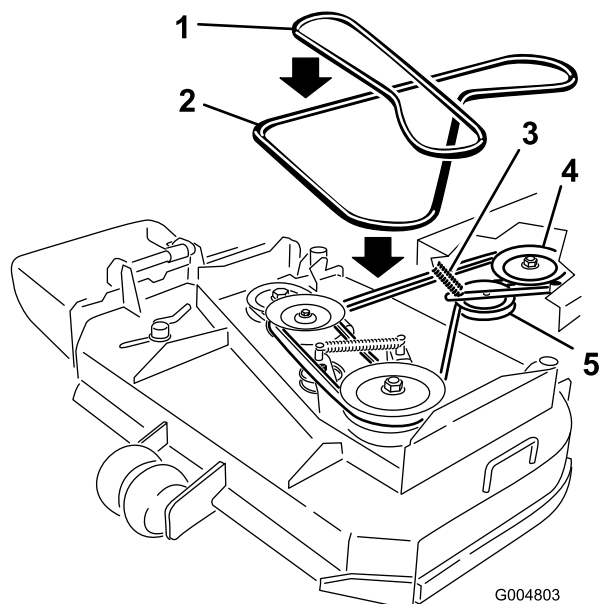

Bild 39
6. Rollen Sie den Riemen von der mittleren Spannscheibe am Mähwerk (Bild 39). Passen Sie beim Abnehmen des Riemens auf, da sich die Spannung aufgrund der gefederten Spannscheibe erhöht.
7. Nehmen Sie den Riemen von der Motorspannscheibe und der gefederten Spannscheibe ab (Bild 39).
8. Setzen Sie den neuen Riemen auf die Motorspannscheibe und die gefederte Spannscheibe auf (Bild 39).
9. Rollen Sie den Riemen auf die mittlere Spannscheibe am Mähwerk (Bild 39). Passen Sie beim Einsetzen